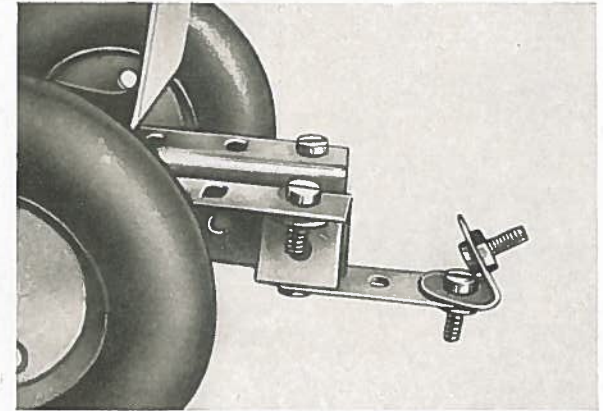
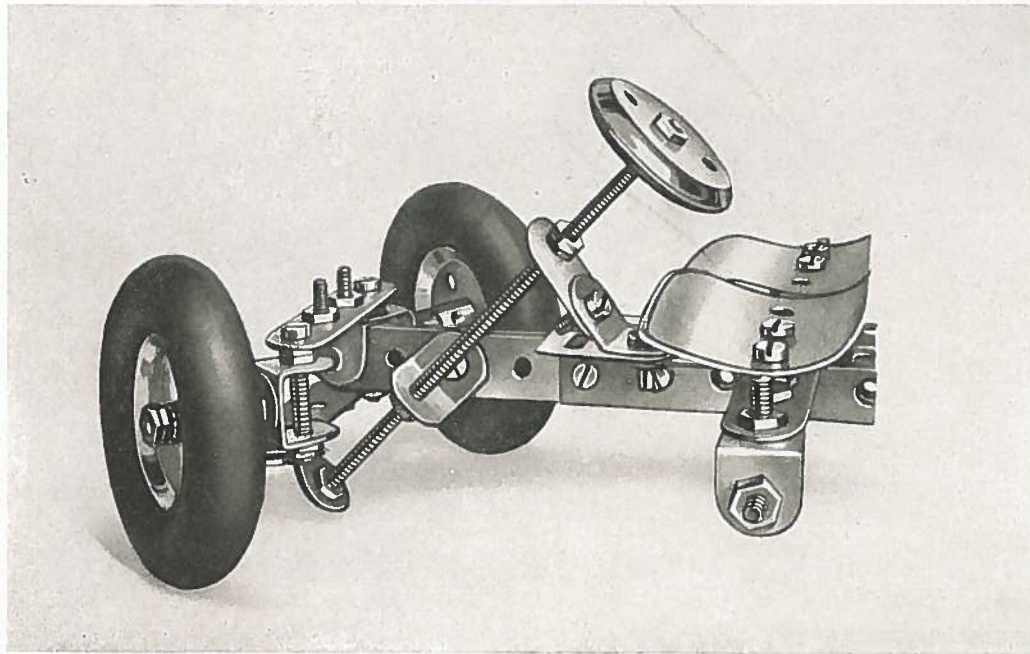

Fig. 5b
Fig. 5a
1. **Rahmen** wie bei Modell 3 mit nachfolgenden Änderungen, siehe Fig. 5a. Die Lagerstellen der Lenkspindel, oben ein Winkel A 9 mit einer Lasche verlängert, unten nur ein Winkel, sind um ein Loch nach hinten gerückt. Am Rahmenende wird statt einem Lochband A 7 mit Winkel A 9 und Schraube B 32 nach Fig. 5b ein Lagerbock B 26 von unten an den Rahmen geschraubt. An diesen wird ein Lochband A 7, an welchen ein Winkel mit nach oben fester Schraube befestigt ist, angeschraubt. An dieser Schraube wird später die Karosserie befestigt.